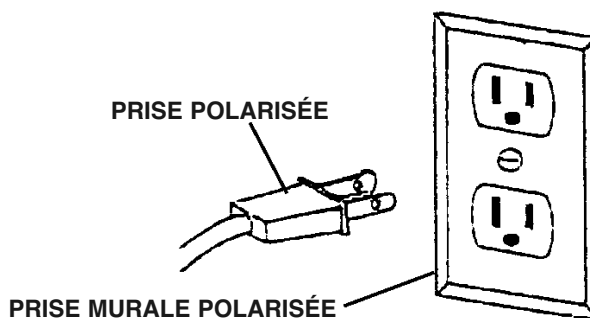

FIGURE 1
**OPÉRATION SUR LE 120V.** Cet aspirateur est branché pour l'opération sur le 120V, vous devez utiliser une prise murale tel qu'illustrée à la Fig. 1.